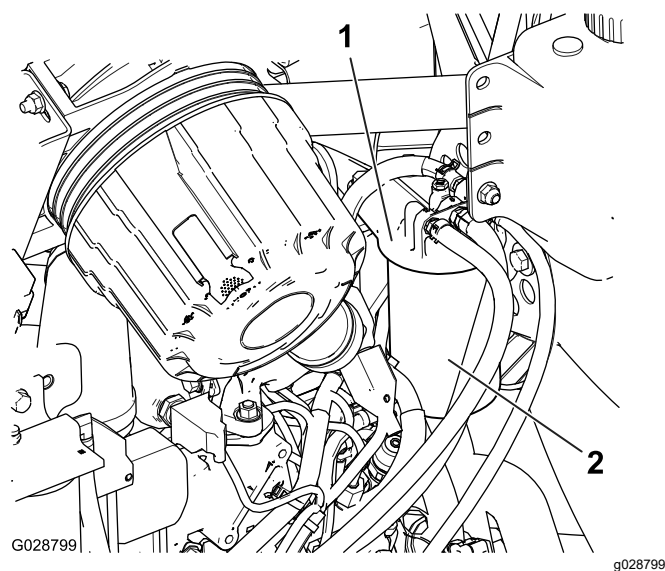

図 50
1. 燃料フィルタのヘッドの周囲をきれいに拭く図 50。
2. フィルタを外してフィルタヘッドの取り付け部をきれいに拭く図 50。